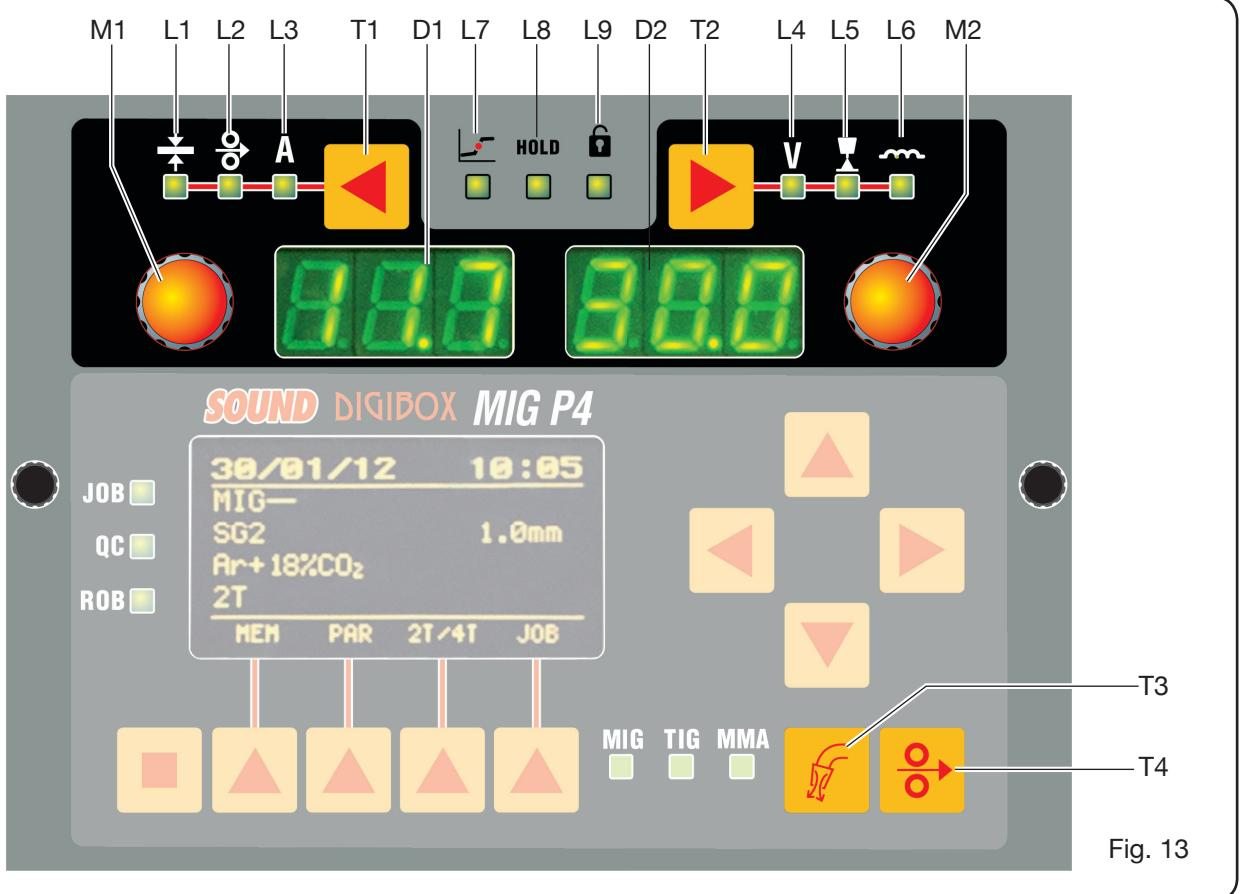
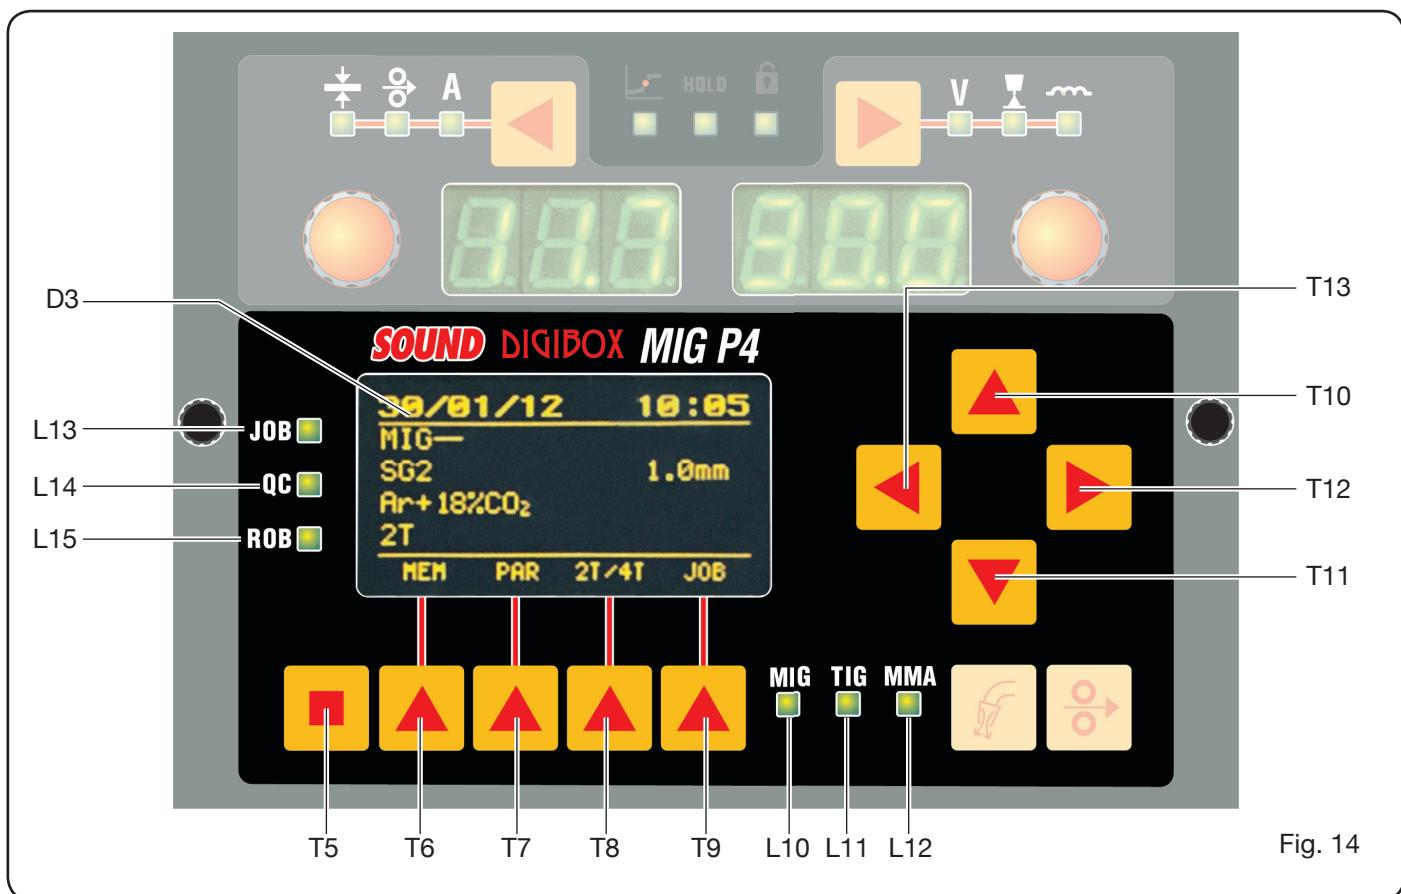

Fig. 13
Fig. 14
El panel de mandos está formado por una zona **control** (Fig. 13) y una zona **programaciones** (Fig. 14).
6.1 TABLERO DE CONTROL (FIG. 13).**Tecla de selección T1**
6.2 PANEL DE LAS PROGRAMACIONES (FIG. 14).